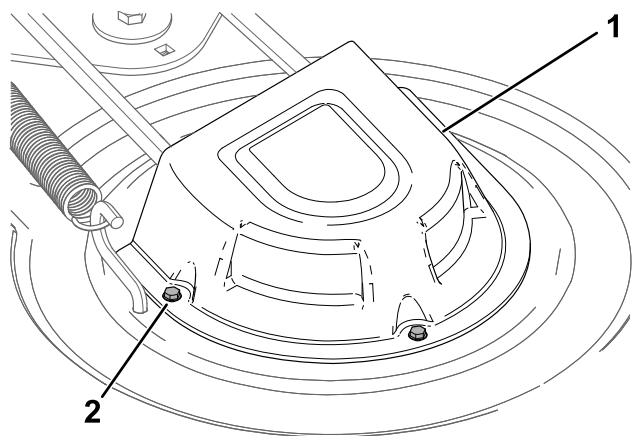

Figure 55
4. Desserrez les vis et déposez le couvercle des poulies (Figure 55).